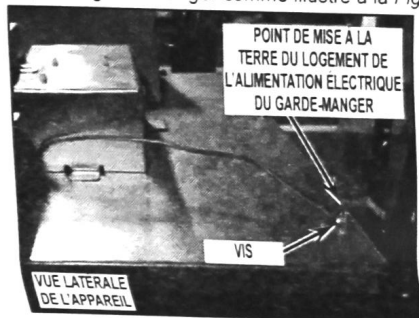

FIGURE 9
11. Retirer la vis du sommet du couvercle du condensateur et s'en servir pour fixer le fil de terre du logement de l'alimentation électrique du garde-manger comme illustré à la Figure 9.